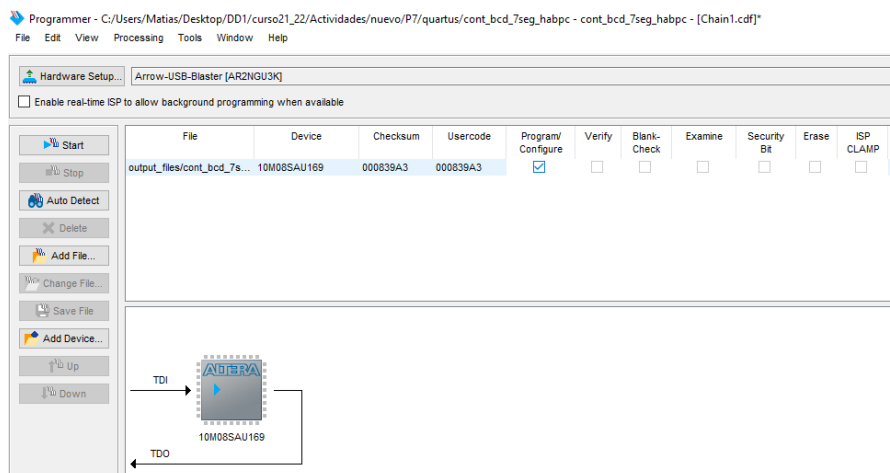

Figura 24: Configuración del programador para configurar el dispositivo
5. Marque la caja “Program/Configure” en la zona central de la ventana del programador, tal como se muestra en la Figura 24.